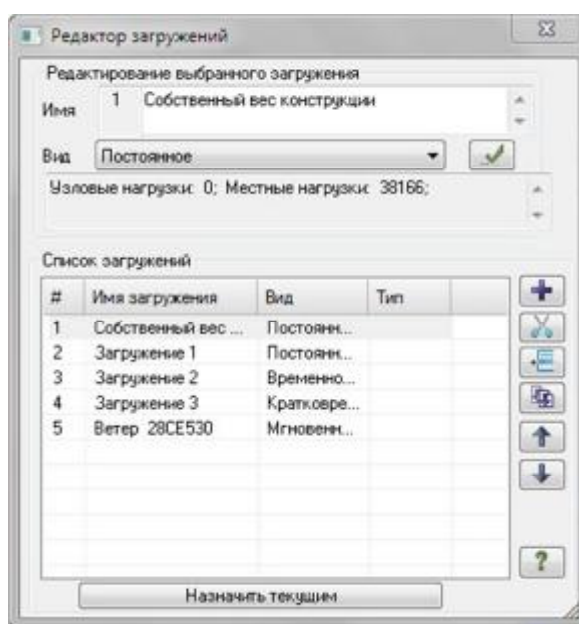

Рис. 3.18. Диалоговое окно **Редактор нагружений**
► Вызовите диалоговое окно **Редактор нагружений** (рис.3.18) щелчком по кнопке **Редактор нагружений** (панель **Нагрузки** на вкладке **Создание и редактирование**).